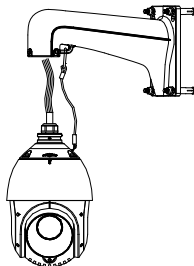

Abbildung 2-3 Sicherheitsseil
3. Befestigen Sie das Sicherheitsseil der Kamera am Wandhalter wie in Abbildung 2-3 dargestellt.